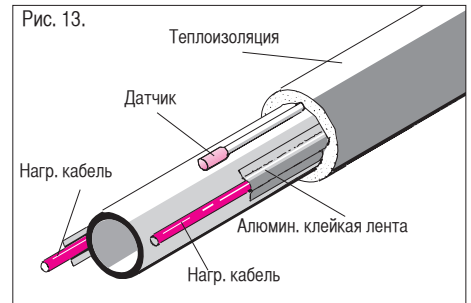

Рис. 13.
- При укладке двух параллельных ниток кабеля устанавливать их на противоположных сторонах трубы, лучше на боковых поверхностях (см. рис.13).